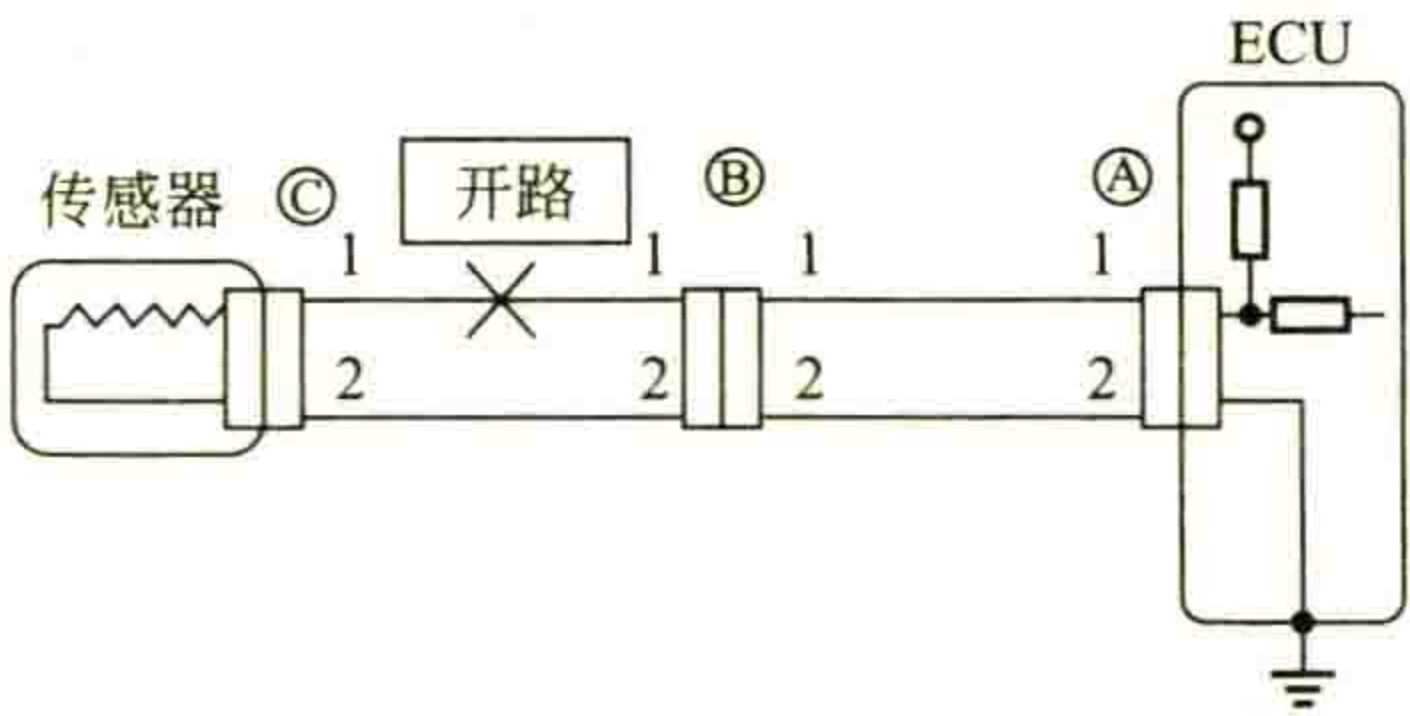

图 1-6 检查断路的方法
(2) 电阻的测量方法 将万用表开关转到电阻 (Ω) 挡的适当位置并校零后, 即可测量电阻值。汽车上很多电器设备的技术状态可用检测其电阻值的方法来判断, 可检查被测元件和线路的断路、短路等故障。
(3) 断路 (开路) 的检测方法 图1-6所示的配线有断路故障, 可用“检查导通”或“检查电压”的方法来确定断路的部位。